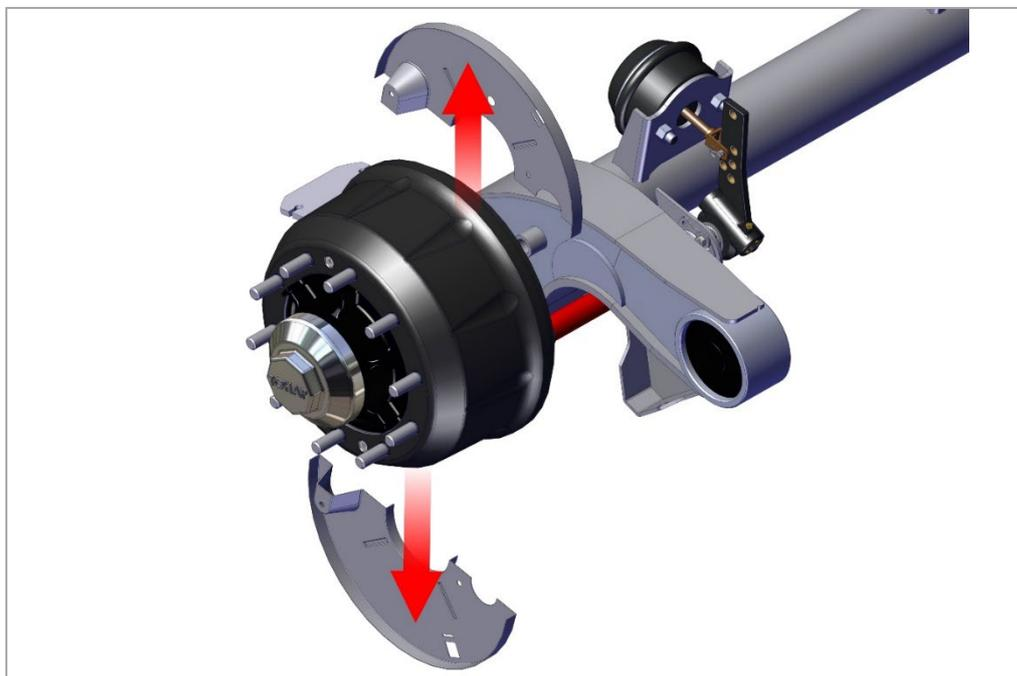

Рис. 30. Снятие грязезащитных щитков.
1) Снимите грязезащитные щитки тормозного барабана, как показано на рис. 30.